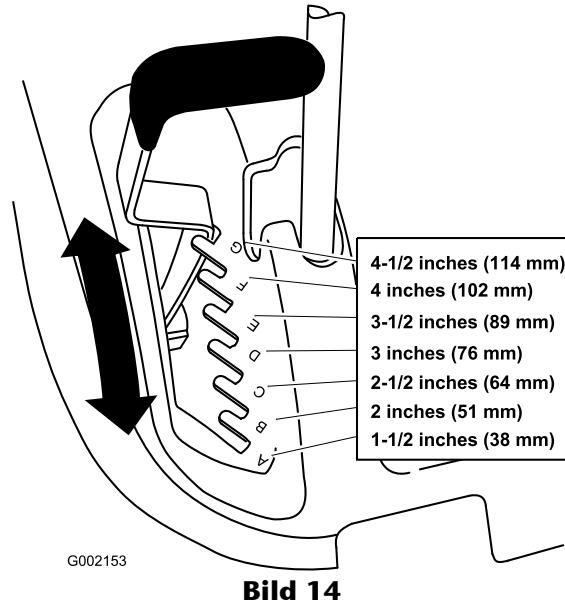

Bild 14
1. Heben Sie den Schnithöhenhebel in die Transportstellung (gleichfalls die 114-mm-Höheneinstellung) (Bild 14).
2. Ziehen Sie den Schnithöhenhebel nach oben in die gewünschte Position (Bild 14).